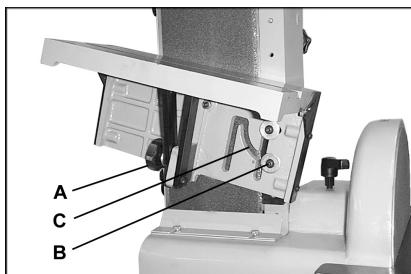

Fig 11
Lockern Sie die Innensechskantschrauben (B, Fig 11). Kippen Sie den Schleiftisch in die gewünschte Lage; die Innensechskantschrauben gleiten dabei im Tischschlitz (C).
Entfernen Sie dazu die Innensechskantschrauben (B, Fig 11) und die Schleifeinheit.